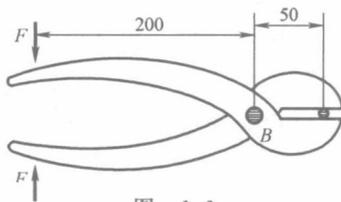

图 1-6
**【例 1-9】** 如图 1-6 所示，用夹剪剪断直径为 3mm 的铅丝。若铅丝的剪切极限应力为  $100 \times 10^6 \text{ N} \cdot \text{m}^{-2}$ ，试问需要多大的力  $F$ ？若销钉的直径为 8mm，试求销钉内的切应力。